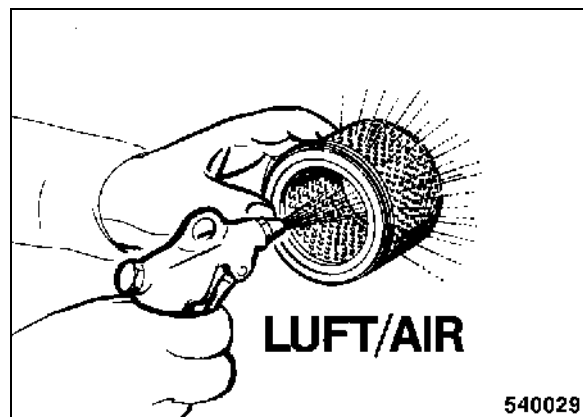

fig. 60
- En cas d'un encrassement sec, nettoyer la cartouche en soufflant l'air comprimé (fig. 60) (maxi. 6 bars) de l'intérieur vers l'extérieur.